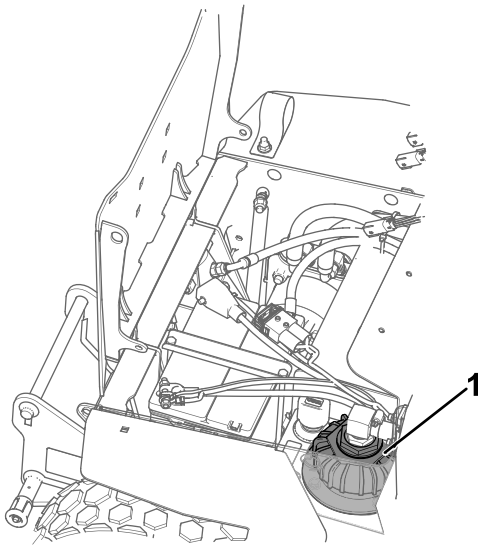

Figura 52
- A. Desenrosque el tapón del depósito hidráulico (Figura 52).